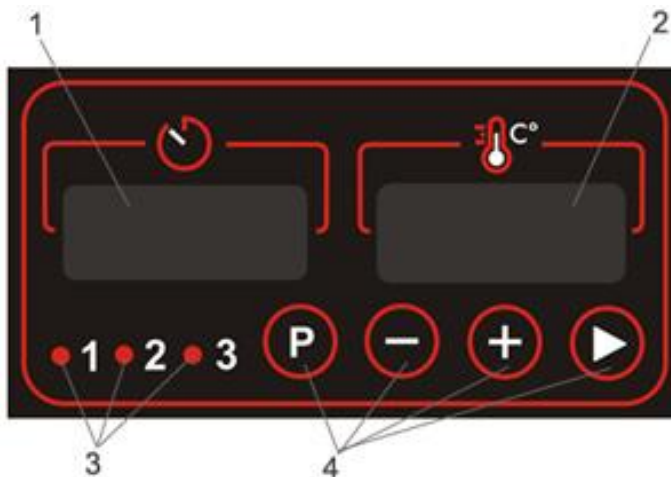
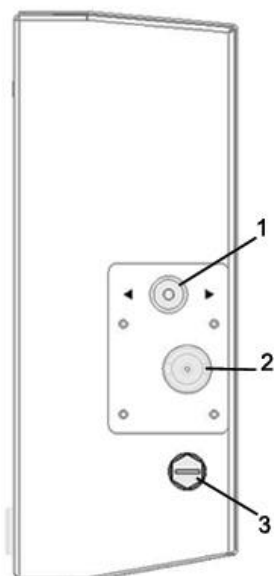

Рис.2. Панель управления пицца-печью
Рис.3. Вспомогательный блок управления
На дисплее 1 (рис.2) отображается время прохождения продукта через печь (скорость конвейерной ленты). Шаг установки – 15 секунд, минимальное время – 60 секунд, максимальное – 15 минут. Если на дисплее отображается «0» – конвейер стоит.
На дисплее 2 (рис.2) отображаются текущая температура и заданная температура печи (при этом горит символ «t»). Шаг установки – 1 °C. Минимальная температура – 50 °C, максимальная – 315 °C. Во время разогрева печи по очереди отображаются текущее и установленное значения температуры. После выхода на рабочий режим моргает только символ «t» - устройство готово к работе.
С помощью кнопки «P» («Program») можно переключать заданные режимы (программы) работы печи. Для переключения между программами коротко нажмите кнопку «P». Непрерывно горящий светодиод, указывает на то, какая программа 3 (рис.2) в данный момент отображается на дисплее.
- Нажимая кнопку «Р», выберите одну из 3-х ячеек памяти 3 (рис.2), которую хотите заполнить. Выбранная ячейка будет подсвечиваться.
- С помощью кнопок «+» или «-» установите необходимую температуру приготовления продукта, она будет отображаться на дисплее 2 (рис.2). Дисплей 1 (рис.2) в режиме установки температуры погаснет.
- Для установки времени прохождения конвейера нажмите кнопку ►, дисплей 2 (рис.2) при этом погаснет.
- С помощью кнопок «+» или «-» установите необходимое время приготовления продукта, оно будет отображаться на дисплее 1 (рис.2).
Чтобы изменить направление движения, нажмите кнопку изменения направления движения ленты 1 (рис.3). На дисплее 1 (рис.2) отобразится символ «**ПР**», соответствующий прямому направлению движения конвейера (от пользователя), либо «**ОБР**» – обратному направлению (к пользователю).
Если в процессе работы по каким-либо причинам температура внутри печи поднимется выше 335 °С – сработает защита от перегрева, которая автоматически отключит подачу электроэнергии. Кнопка защитного термостата 3 (рис.3) при этом